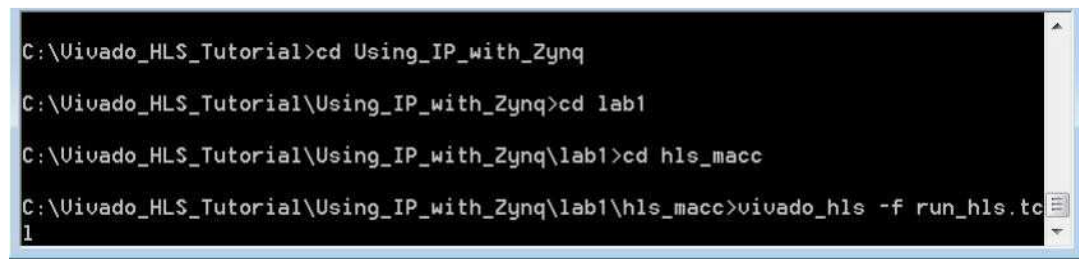

图 10-1:创建 HLS 设计
- 3.输入 **vivado_hls -f run_hls.tcl** 来创建 HLS IP(图 10-1)。